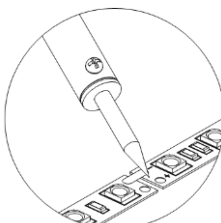

Рисунок 2.
- 5.4. Если необходимо соединить два отрезка ленты, следует совместить их и припаять перемычками соответствующие контактные площадки (необходимо соблюдать полярность «+» и «-» или цветовые маркировки площадок) (см. Рисунок 2). При этом запрещается перегреть саму ленту и светодиоды (пайка паяльником при температуре не более 260°C, время пайки не должно превышать 10 секунд).